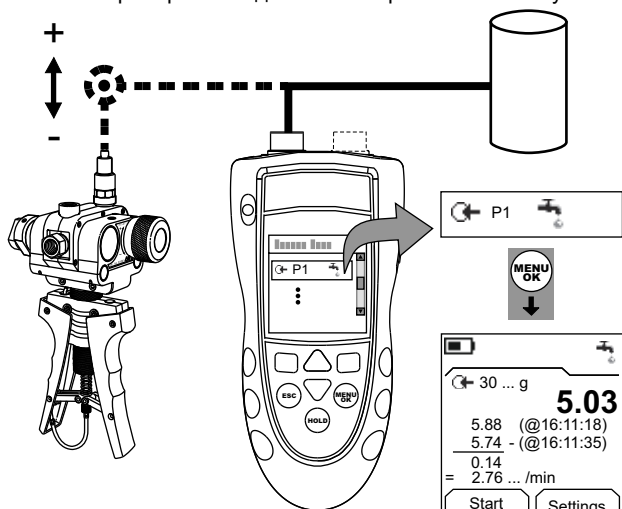

Рисунок 3: Пример конфигурации. Проверка утечки
- Подключите прибор (Рисунок 3) и при необходимости отрегулируйте *Set Up* (*Настройка*) (Таблица 1).